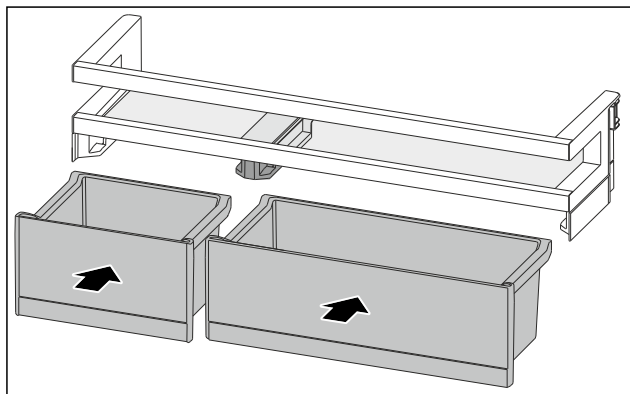

Fig. 123
- ▶ VarioBoxy vložte v opačném pořadí. (viz Fig. 123)